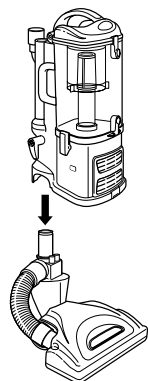

Fig. 8
- 2 Alinee el tubo del cepillo para piso con el tubo del recipiente *Lift-Away*® y baje la unidad hasta que las dos piezas se traben en su lugar. **(Fig. 8)** Al colocar el cepillo eléctrico para piso, verifique que el mecanismo de traba esté completamente enganchado en su lugar para asegurar que se establezca la conexión eléctrica.